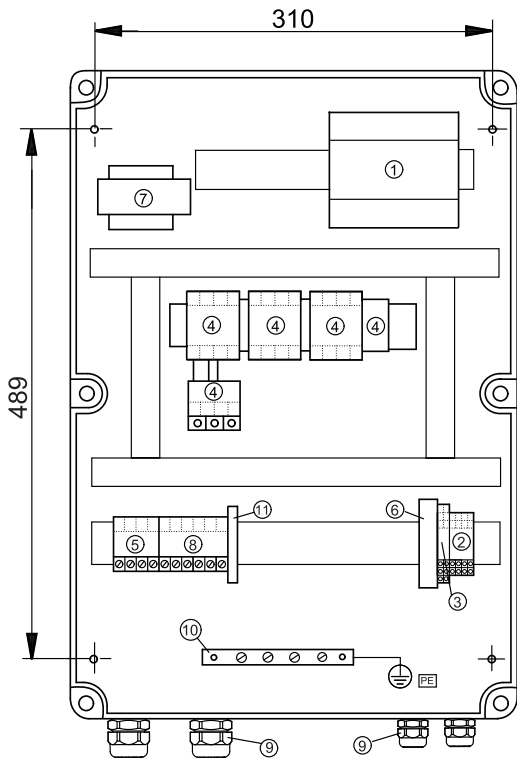

Fig. 3 Structure *interne* de la LC 108 pour démarrage étoile-triangle
- avec quatre vis dans les trous de montage de la plaque arrière de l'armoire, voir fig. 3.
La fig. 3 montre la structure *interne* de la LC 108 pour démarrage étoile-triangle.
Légende des fig. 3 et 4: